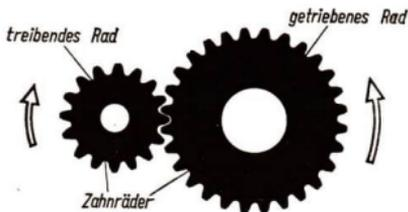

Bild 55/1 Zahnradtrieb
**Zahnradtrieb.** Bei ihm berühren sich die beiden Räder, zwischen denen eine Kraft übertragen wird, direkt. Es sind Zahnräder, deren Zähne ineinandergreifen. Das eine Zahnrad ist das *treibende Rad*, das andere das *getriebene Rad* (Bild 55/1).